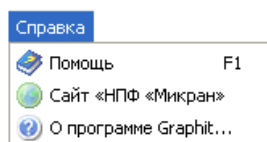

Рисунок 5.9 – Меню «Справка»
5.3.9.1 Справка – меню справочной системы ПО, рисунок 5.9.